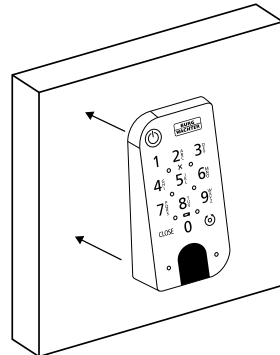

Abb. 115
- 3 Kleben Sie die Tastatur an die gewünschte Position an die Wand (Abb. 115).